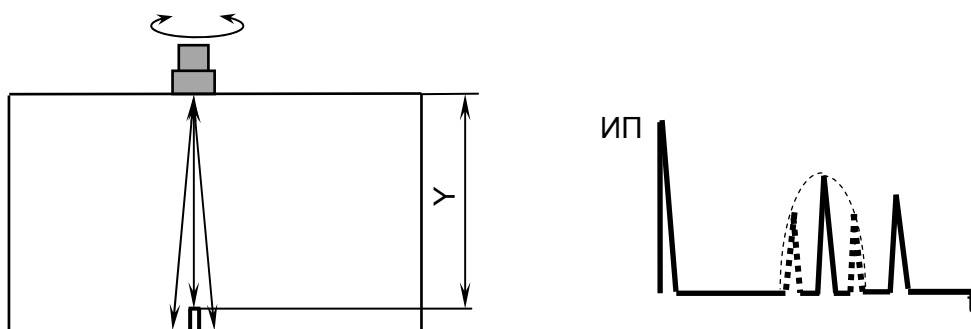

Рисунок 7.9
- с) установить ПЭП на поверхность образца; получить эхо-сигнал от плоскодонного отверстия (см. рисунок 7.9) и кнопками  и  установить высоту эхо-сигнала по экрану в пределах от 5 до 7 клеток;